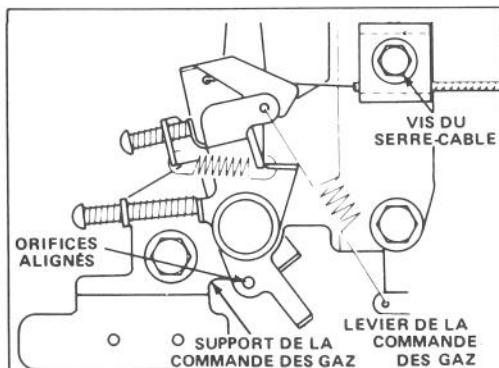

Figure 14
4. Deserrez la vis du serre-câble jusqu'à ce que le câble de la commande des gaz glisse (Fig. 14). Alignez les orifices du levier de la commande des gaz avec ceux du support de la commande des gaz. Tirez légèrement le câble de la commande des gaz pour y ôter toute trace de battant et serrez la vis du serre-câble pour fixer le tout en place.